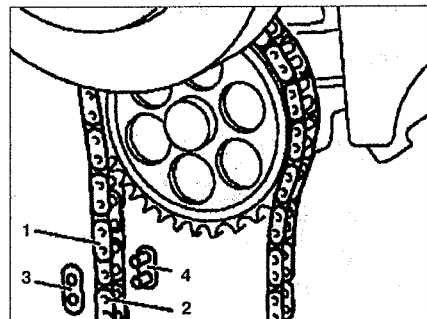

Рис. 2.85. Присоедините к старой цепи новую.
3. Присоедините один конец новой цепи 2 к старой цепи 3 промежуточным звеном 4 с наружной плитой 3 (см.рис.2.85).